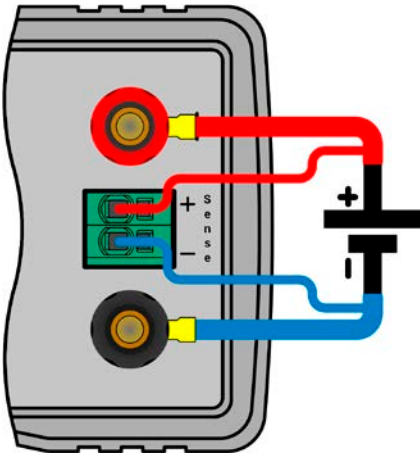

Bild 12 - Prinzip der Fernfühlungsverdrahtung
- Die Fernführung ist nur im Konstantspannungsbetrieb (CV) wirksam und der Fernführungsanschluß sollte möglichst nur solange angeschlossen bleiben, wie CV benutzt wird, weil die Schwingneigung des Systems durch Verbinden der Fernführung generell erhöht wird.
- (+) Sense darf nur am (+) der Quelle und (–) Sense nur am (–) der Quelle angeschlossen werden. Ansonsten könnte das Gerät beschädigt werden. Siehe auch Bild 12.